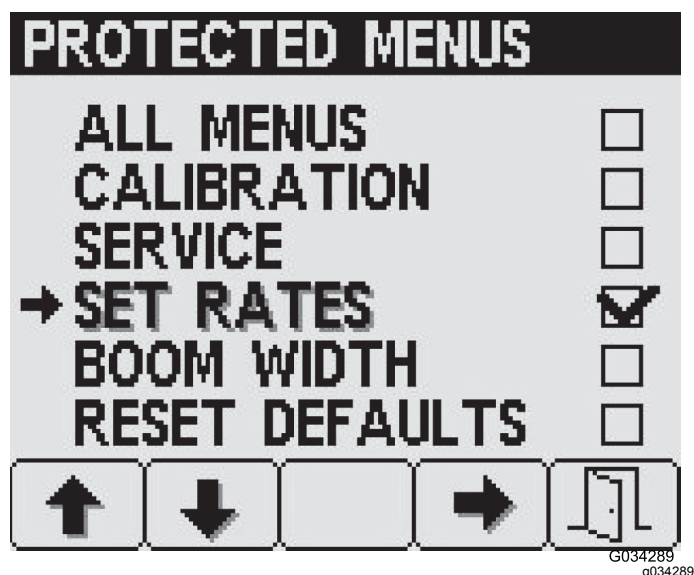

Figura 23
3. Premete il pulsante 4 per selezionare e deselezionare ciascun elemento del menu protetto desiderato (Figura 23).